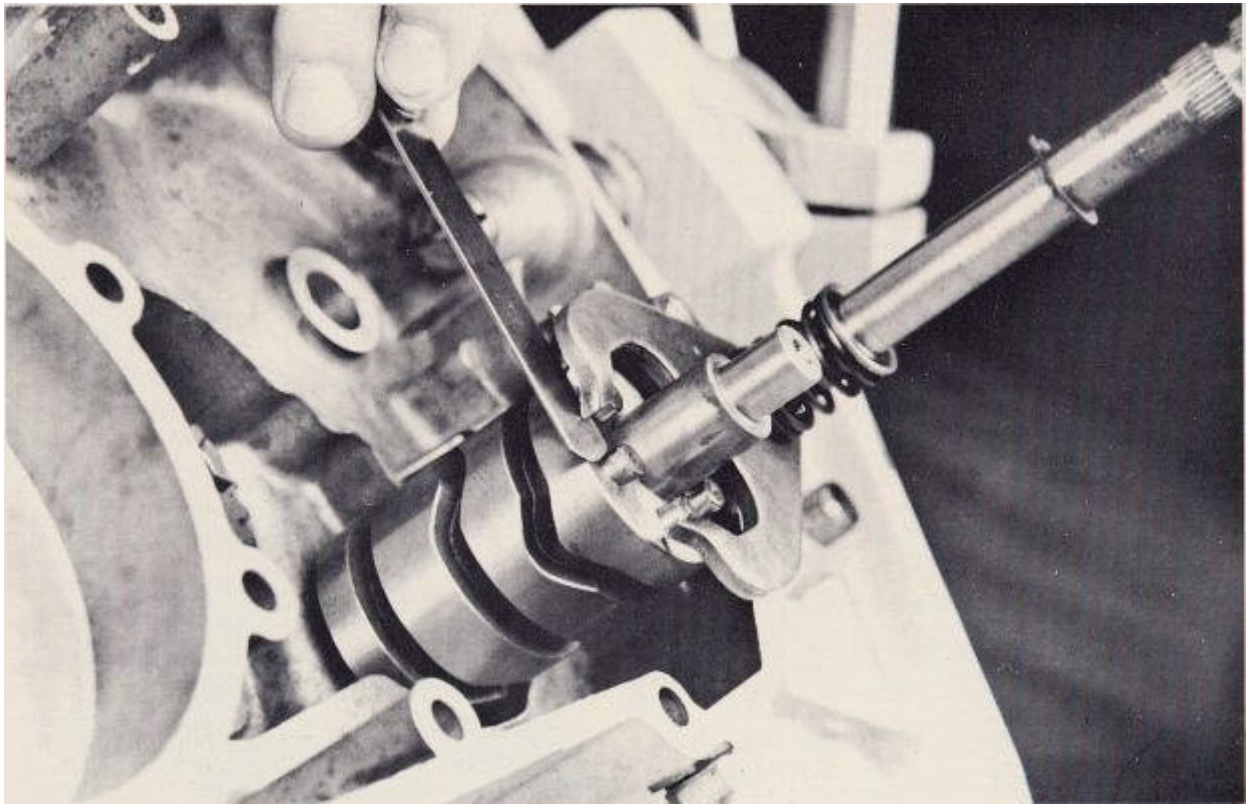

FIG. 61
39. Por último, quite todos los componentes de la caja de cambios, incluyendo el montaje de retén, y vuelva a instalar sólo el cambio de tambor y selector de eje en el caso de la derecha. Asegúrese de que todas las cuñas en el turno de tambor en la posición correcta. Inserte una galga entre la parte posterior de las puntas de selección trinquete y el final del turno de tambor (Fig. 61). Esta distancia, aunque no fundamental, que debe ser no menos de 0.015 - y no más de 0.080. "Si la medición excede estos límites, inspeccione el mecanismo de selección de cerca por los daños y la rectitud, para, en circunstancias normales esto no puede suceder.